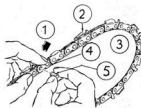

Fig. 3
5. Passa in den oljade kedjans drivlänkar i spåret på svärdets översida. Kontrollera att skarvlänkarnas egg pekar i riktning mot svärdsnosen (fig. 3).
7. Dra kedjan längs svärdets undre spår och upp runt svärdnosen. Koppla samman kedjeändarna med skarvlänken (fig. 3).